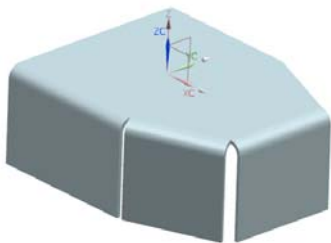

图 7-20 创建第 3 条弯边后的零件
(2) 设置“宽度选项”为完整，“长度”为 50，“角度”为 90，“参考长度”为“外部”，“内嵌”为“折弯外侧”，在“止裂口”列表框中的“折弯止裂口”和“拐角止裂口”下拉列表框中选择“无”。在“弯边”对话框中单击  按钮，创建弯边。如图 7-20 所示弯边特征。